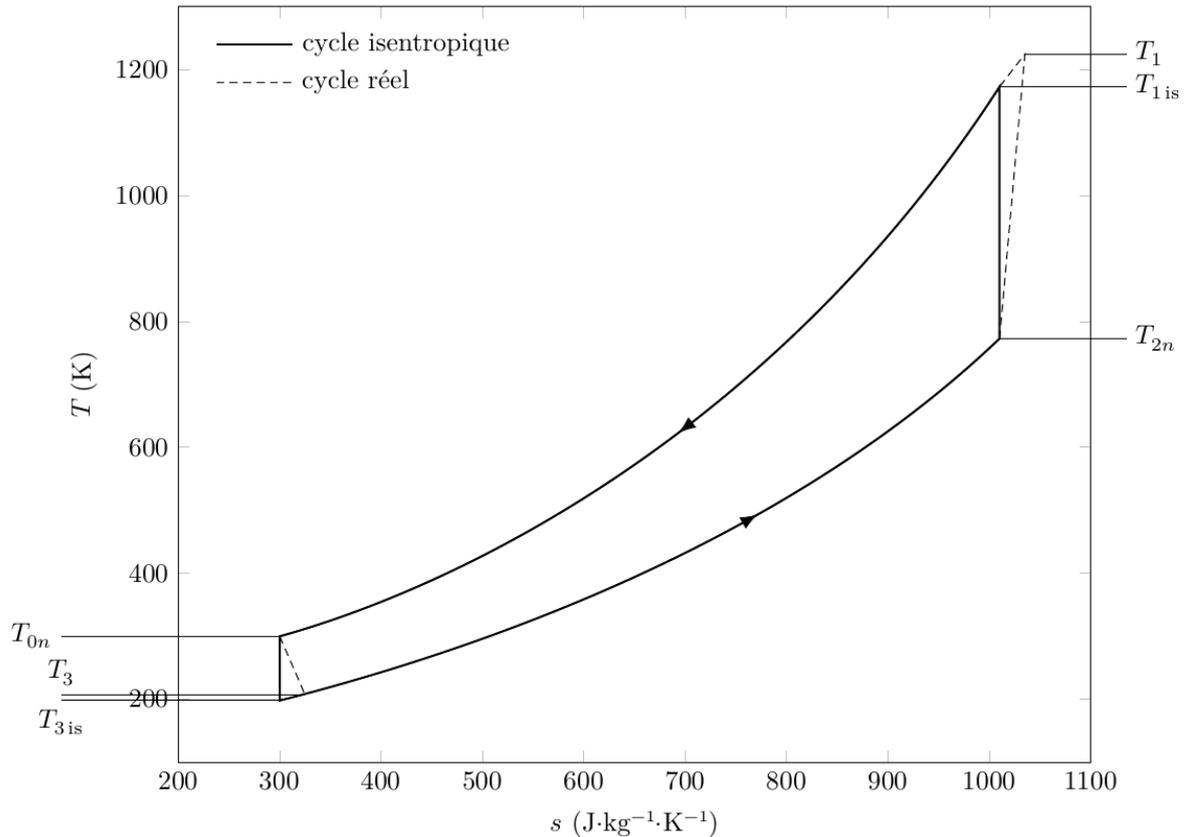

Figure 3
Les irréversibilités dues aux turbomachines ont un impact important sur le rendement du stockage. Le gaz neutre utilisé est de l'argon assimilé à un gaz parfait, de coefficient isentropique  $\gamma = 1,67$ , de masse molaire  $40,0 \text{ g}\cdot\text{mol}^{-1}$  et de capacité thermique massique  $c_p$ . Il décrit un cycle de Brayton constitué d'une évolution isobare dans chaque enceinte (B et H) reliées par deux transformations adiabatiques lorsque le gaz traverse le compresseur et la turbine (figure 3).
**Q 5.** Reproduire schématiquement le cycle isentropique de la figure 3 en identifiant les éléments traversés par le fluide dans chaque étape du cycle.